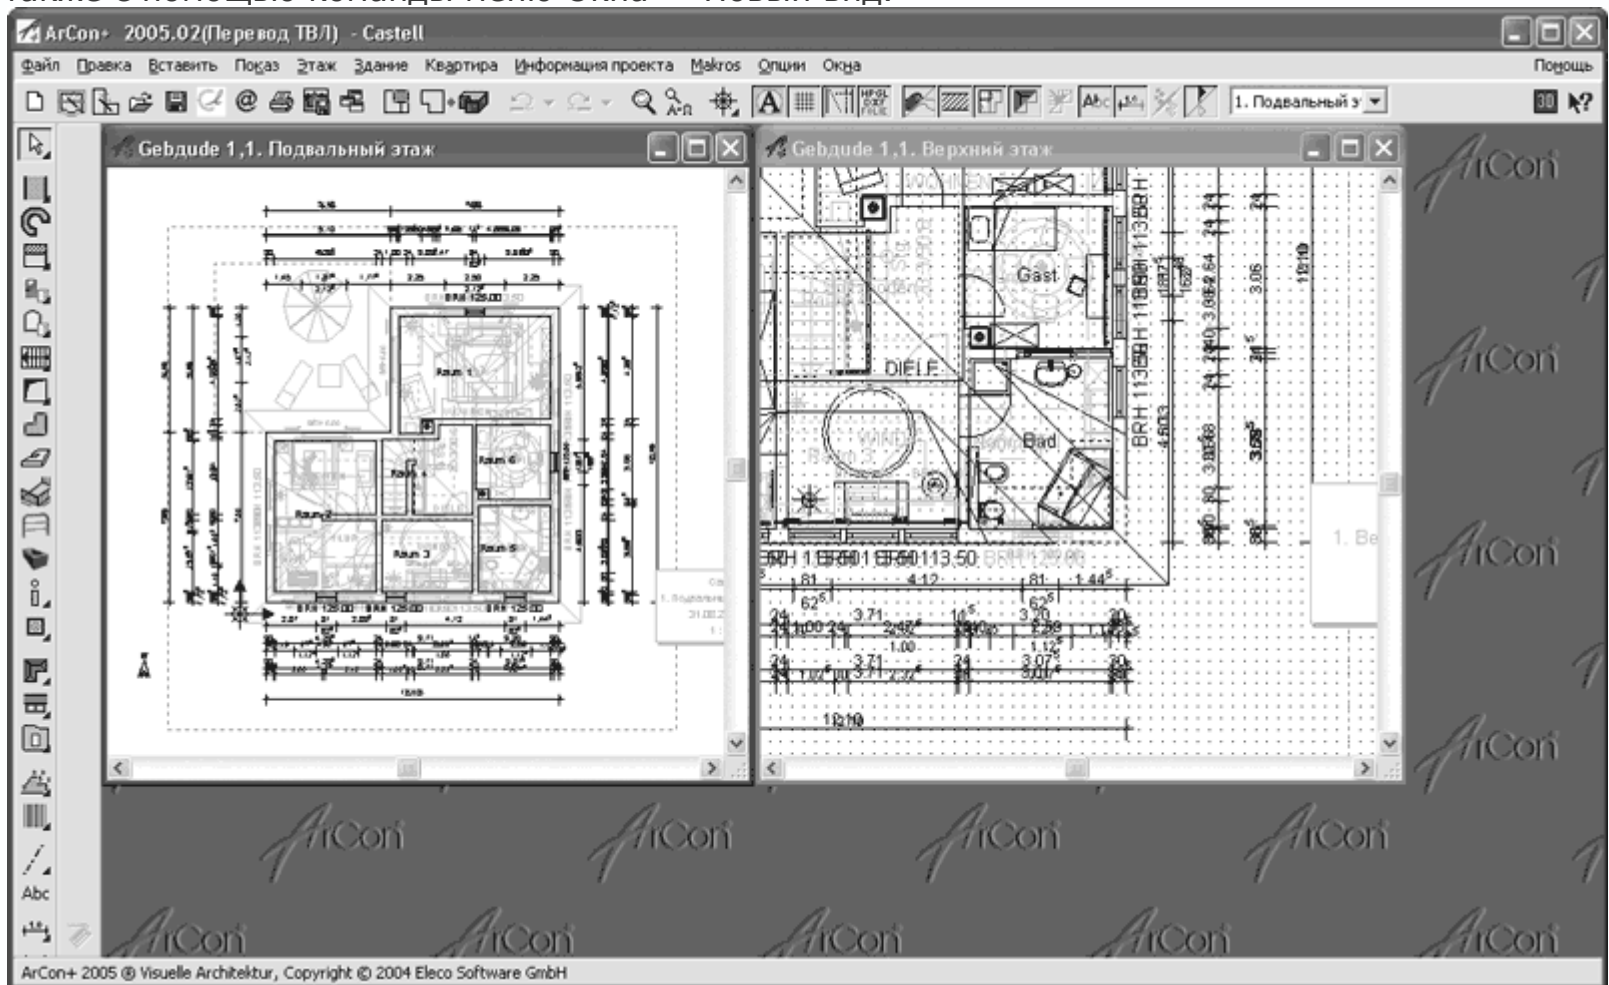

Рис. 1.4. Дополнительное окно представления данных проекта
– появляется новое окно с представлением текущего проекта (рис. 1.4). Данная функция позволяет редактировать проект сразу в нескольких окнах, отображая в них части плана, этажи зданий и т. п. Можно создавать произвольное количество таких окон и как угодно